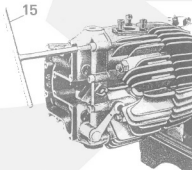

Fig. 17
- il supporto completo di bilancieri ed alzavalvola svitando le viti che lo fissano alla testa con chiave speciale n° 10914700 (15 di fig. 17).
- il supporto bilanciere dopo aver svitato le viti a brugola con chiave speciale n° 10914700 (15 di fig. 17);